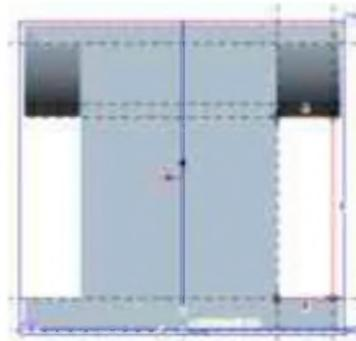

图 1-15
5) 按照图 1-15 所示草绘筋板特征的拉伸截面。完成后，单击“草绘器”工具栏中的按钮退出草绘模式。